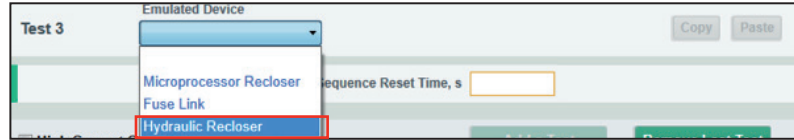

Figura 97. Opción de Reconectador Hidráulico.
**Emulated Device (Dispositivo Emulado).** Seleccione la opción de **Hydraulic Recloser (Reconectador Hidráulico)** del menú desplegable de **Emulated Device**. Ver la Figura 97.